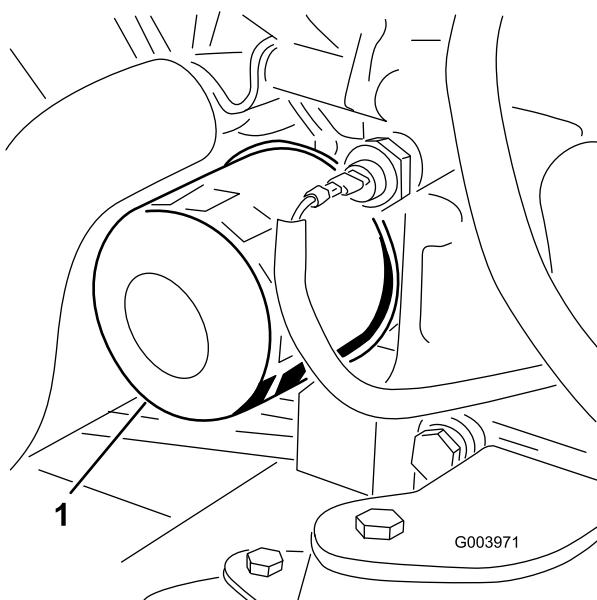

Figura 64
3. Togliete il filtro dell'olio (Figura 64).